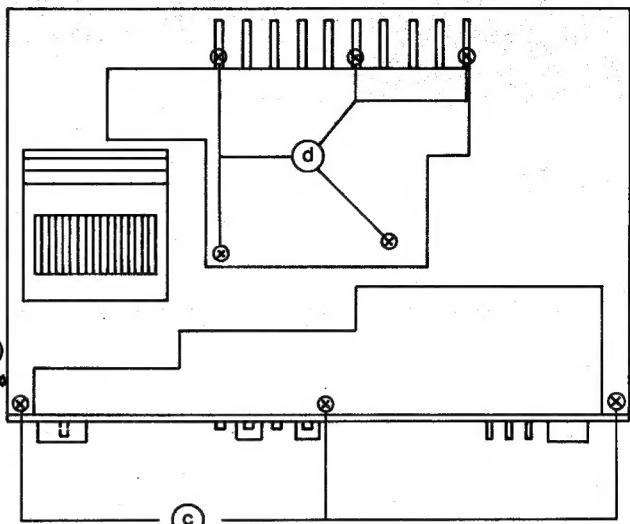

Abb. 2
1. Zwei Schrauben **b** an den Seiten lösen (Abb. 2).
1. Sechs Schrauben **c** (je drei an der Ober- und Unterseite der Blende) herausdrehen (Abb. 2).
1. Fünf Schrauben **d** herausdrehen (Abb. 2).